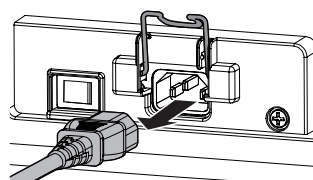

Fig.2
- 3) Mantenendo il connettore del cavo di alimentazione, estrarre il cavo di alimentazione dal terminale <AC IN> del proiettore. (Fig. 2)